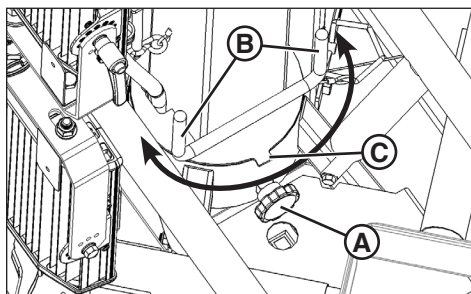

Figura 10
2. Suelte la perilla de bloqueo del mástil de la torre de iluminación (A, Figura 10).
3. Utilice los mangos (B, Figura 10) para girar el mástil de la torre de iluminación en la dirección deseada.
5. Una vez terminadas las operaciones de iluminación, gire el mástil de la torre de iluminación a la posición de transporte: Alinee la lengüeta del mástil de la torre de iluminación (C, Figura 10) con el centro de la parte delantera de la base de la torre de iluminación. Apriete firmemente la perilla de bloqueo del mástil de la torre de iluminación. Consulte también **Posición de transporte**.